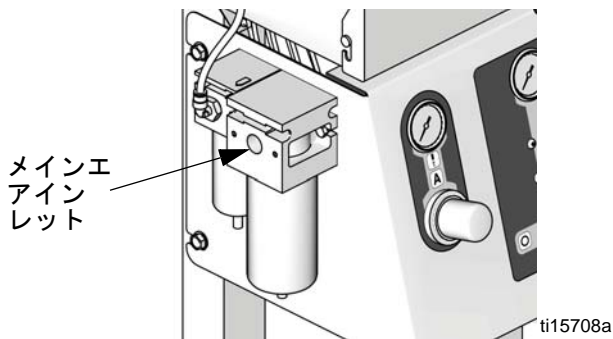

図 3. 給気インレット
2. メインの給気ラインをメインエアインレットに接続します。このエアラインはソレノイド、バルブ、およびポンプに給気します。図 3 を参照してください。